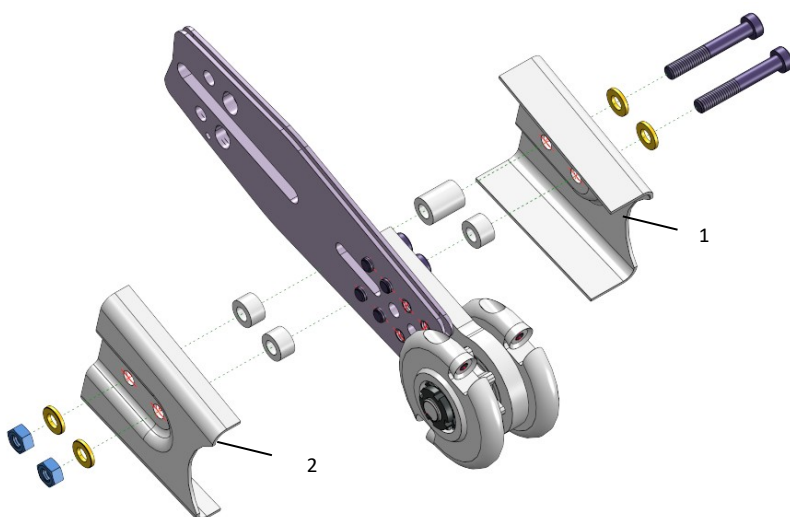

Fig. 8. Montaggio delle piastre di protezione
- Per montare i parafanghi, inserire prima due viti a testa cilindrica M6 con rondelle nel parafango sinistro (1- Fig. 8). Quindi è possibile collocare il manicotto distanziatore all'interno del parafango. Il manicotto più lungo viene posizionato sulla vite sul lato della sega. La piastra di protezione con le viti può quindi essere collegata alla fresatrice per legno attraverso i fori del blocco di supporto e della barra di guida. Dopo aver inserito i due manicotti distanziatori corti e aver posizionato la piastra di protezione destra (2- Fig. 8), è possibile serrare i dadi esagonali. (dado SW 10, bullone SW 5)